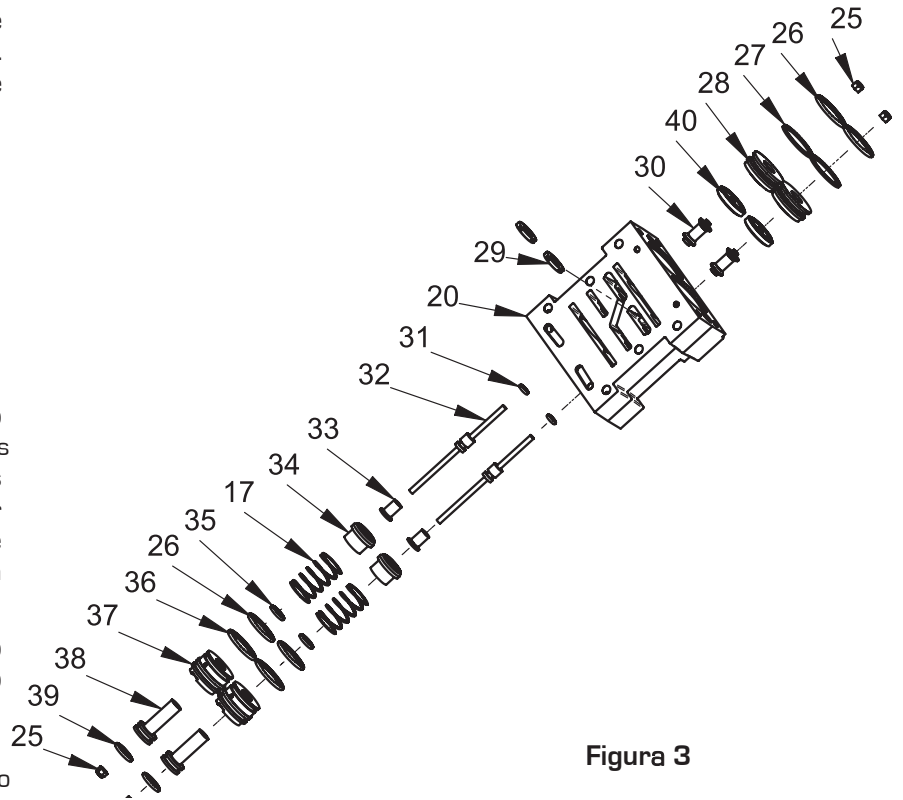

Figura 3
(Instruções 9 - 22 referem-se a Figura 3, exceto se afirmado o contrário)
9. Remova todas as partes internas da válvula soltando as contra-porcas (25) de cada um das hastes (32).
**Atenção:** A montagem do poppet (29) deve ser removida através das ranhuras como exibido na Figura 3.
11. Descartar o seguinte: O-rings (26), (31), (36), (39), e (35), montagem dos poppets (29 & 40), anéis de backup (27), pistões principais (28), espaçadores da exaustão (30), molas (17), luvas do pistão de retorno (37), pistão de retorno (38),